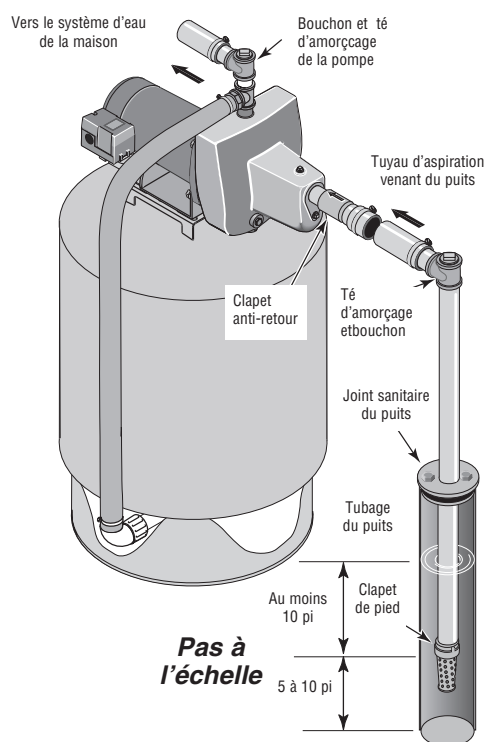

Figure 2 : Installation dans un puits à tubage
INSTALLATION SUR UN PUIT À TUBAGE DE 2 POUCES DE DIAMÈTRE OU PLUS GRAND (voir la Figure 2)
2. Brancher le clapet de pied, la crépine et le tuyau du puits (voir la Figure 2). S'assurer que le clapet de pied fonctionne librement.
4. Poser le té d'amorçage, le bouchon d'amorçage et le tuyau d'aspiration sur la pompe (voir la Figure 2). Brancher le tuyau provenant du puits sur l'orifice d'aspiration de la pompe en utilisant le moins possible de raccords - en particulier des coudes - étant donné que les raccords augmentent le frottement de l'eau dans les tuyaux (il faut toutefois ajouter un clapet de pied – voir la Figure 2). Le diamètre du tuyau d'aspiration doit être au moins aussi grand que le diamètre de l'orifice d'aspiration de la pompe. Utiliser du ruban d'étanchéité en PTFE pour filetage sur les raccords filetés. Supporter le tuyau de façon qu'il ne soit pas cintré afin qu'il n'exerce pas de contraintes sur le corps de la pompe; de plus, il doit être légèrement incliné vers le haut, du puits jusqu'à la pompe (les points hauts risquent de causer des poches et des bouchons d'air dans la pompe). Rendre étanches les raccords du tuyau d'aspiration avec du ruban d'étanchéité en PTFE pour filetage. Les raccords doivent être étanches à l'air et à l'eau. *Si le tuyau d'aspiration aspire de l'air, la pompe ne pompera pas l'eau du puits.*